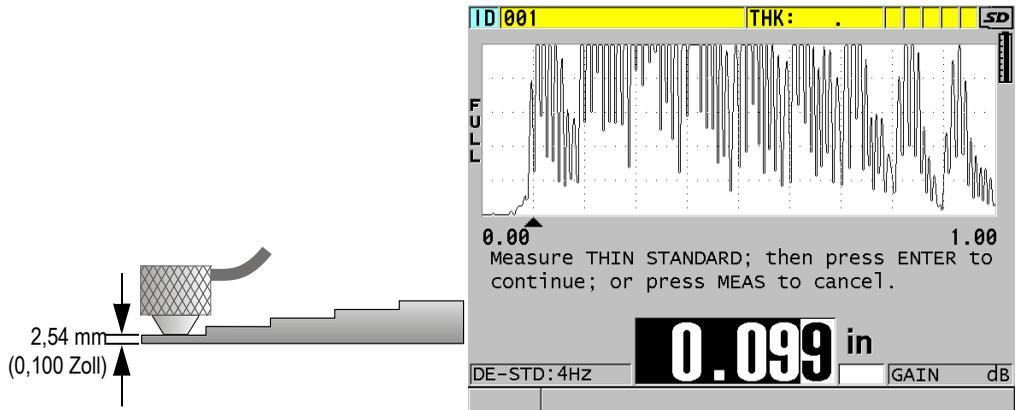

Abbildung 5-5 Justierung des Nullpunkts mit einem fünfstufigen Justierkörper
2. Verfahren Sie zur Justierung des Nullpunktes wie folgt (siehe Abbildung 5-5 auf Seite 81):